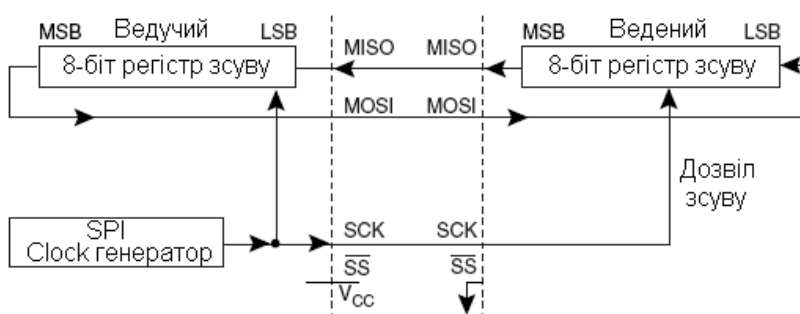

Рис. 11.2. Схема з’єднання двох МК
При MSTR=1 порт SPI працює як ведучий. При цьому вивід MOSI є виходом даних, вивід MISO – входом даних, вивід SCK – виходом для імпульсів, які використовуються як зсувні при прийманні даних ведучим МК. Функція виводу ‘SS залежить від стану розряду DDRB.4. При DDRB.4=1 вивід SS порту SPI не підключений до виводу порту PB4, при DDRB.4=0 значення сигналу на вході впливає на роботу порту SPI. Якщо PB4 (SS)=1, порт працює як ведучий, а при значенні сигналу 0 перемикається в режим веденого. Для переведення порту SPI в робочий стан встановлюється біт SPE регістра SPCR. При MSTR=0 порт SPI працює в режимі веденого. При цьому вивід MOSI є входом даних, вивід MISO – виходом даних, вивід SCK – входом для імпульсів зсуву, вивід ‘SS – входом. Виводи SPI підключаються до виводів порту PB також при встановленні біта SPE регістра SPCR. Порт переходить в робочий стан за сигналом логічного 0 на вході SS. Схема з’єднання двох МК для обміну даними по каналу SPI зображена на рис. 11.2.